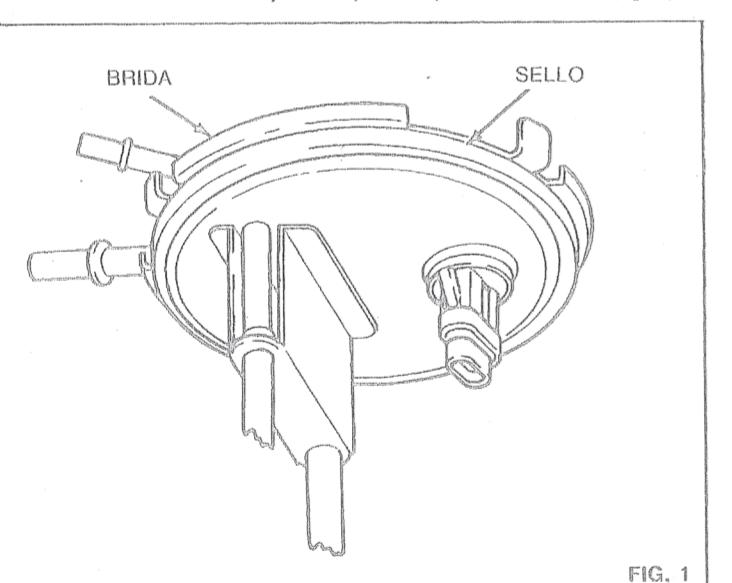

FIG. 1
D) Obtenga una nueva unidad del tanque. Verifique que el sello esté correctamente colocado debajo de la parte superior de la brida (fig. 1).